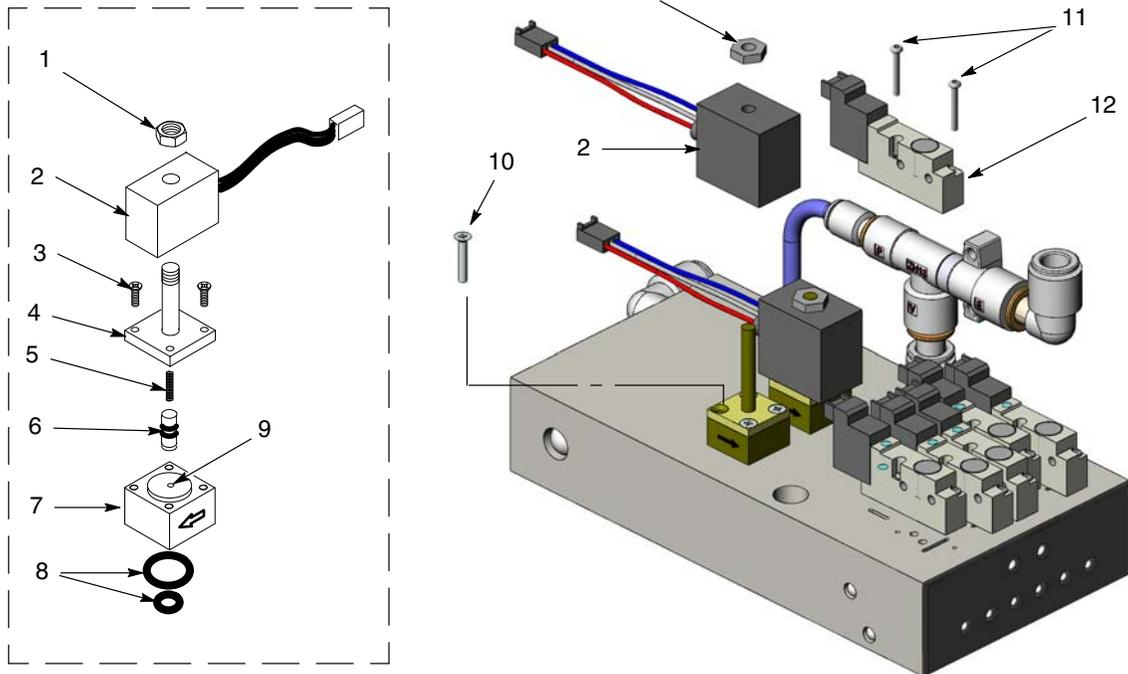

Abbildung 29 Verteilerblock reparieren
1. Siehe Abbildung 29. Mutter (1) und Spule (2) vom Mengenregelventil entfernen.
2. Die beiden langen Schrauben (10) entfernen, um das Mengenregelventil vom Verteilerblock abzunehmen.
Siehe Abbildung 29. Zum Abnehmen des Ventils die Mutter (1), Spule (2) und die langen Schrauben (10) abnehmen.
Siehe Abbildung 29. Zum Abnehmen der Magnetventile die zwei Schrauben (11) im Ventilgehäuse abnehmen und das Magnetventil (12) vom Verteilerblock abheben.